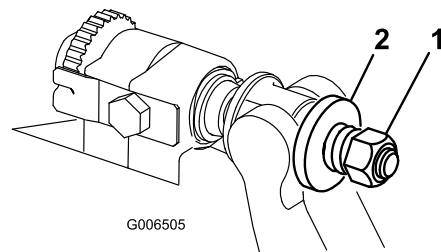

Figura 31
4. Aperte as porcas de bloqueio de forma igual em cada lado até que não consiga rodar as anilhas de aço à mão. Em seguida, desaperte as porcas de bloqueio até que as arruelas de aço exteriores possam ser rodadas à mão, ainda não existir folga na barra de apoio. (Figura 31).